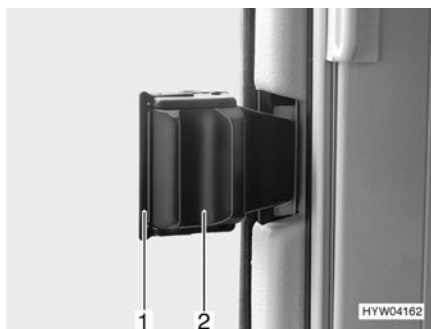

Fig. 44 Fenêtre coulissante avec verrouillage coulissant
- Retirer le verrouillage (Fig. 44,1).
- Appuyer sur la poignée (Fig. 44,2) et la pousser simultanément vers l'avant ou l'arrière.